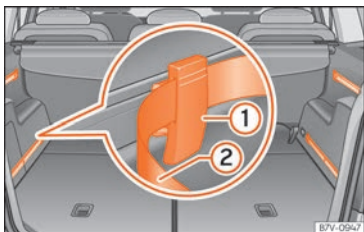

Abb. 146 Im Gepäckraum: Schienensystem mit verschiebbaren Fixierelementen ① und verstellbarem Spanngurt ②.
- Fixierelement mit den Rillen nach oben »» **Abb. 146** ① von oben in die Schiene einsetzen und unten andrücken.